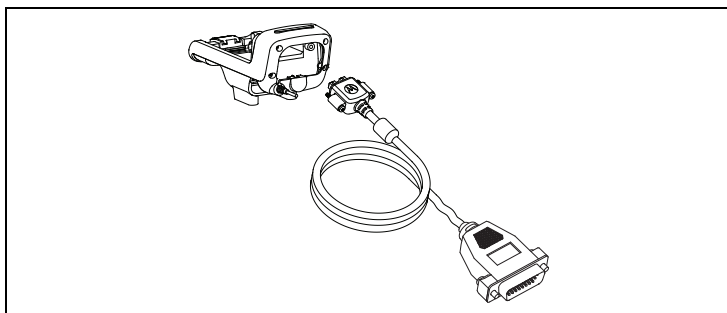

Figura 3: *Installazione del cavo da base a scatola di giunzione sulla base*
9. Fissare il cavo da base a scatola di giunzione (PMKN4169) o il cavo da base a scatola di giunzione con cavo dati USB (PMKN4170) sulla parte inferiore della tasca della base serrando la vite di sollevamento nel dado di inserimento come illustrato nella Figura 3 qui sotto.